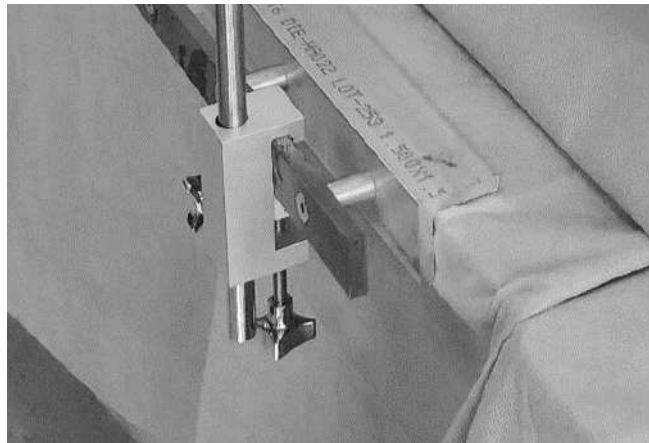

Figure 23. Clamp de table fixé sur le rail de la table du laboratoire de cathétérisme (illustré avec la réglette de câble insérée)
6. Glisser le clamp de table (non stérile) à l'emplacement voulu sur le rail de la table du laboratoire de cathétérisme, comme illustré dans la **Figure 23**. Visser la molette du clamp. Le clamp de table n'est pas stérile. Remarque : la molette de serrage du clamp doit être orientée vers le bas.
7. Sortir du champ stérile l'extrémité longue de la réglette de câble et la passer à l'instrumentaliste pour l'insérer dans le clamp de table, de manière à ce qu'elle soit à peu près au niveau du bas du clamp, comme illustré sur la **Figure 23**.